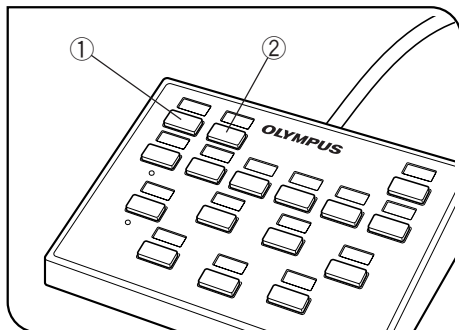

図 1
1 観察光路の切換え (図 1)
2 視野絞り (FS) の心出し (図1,2)
- 1) ハンドスイッチのBFボタン①を押して、落射明視野光路に切換えます。
- 3) 落射投光管の視野絞りレバー③を引っ張って視野絞り径を少し絞込みます。
- 4) 落射投光管のFS心出しねじ④(2ヶ)に六角ドライバをそれぞれに入れて回して、視野絞り像が視野と同心になるように調整します。
- 5) 視野絞りレバー③を押込みながら、視野絞り像が視野に内接する大きさに視野絞りを開き、偏心している場合は再度心出しを行います。
- 1) ハンドスイッチのBFボタン(図1①)を押して、落射明視野光路に切換えます。